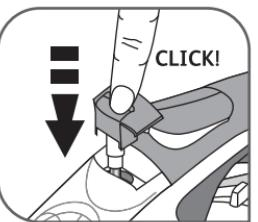

Fig.21
- Tegye vissza a vízkörgátló rudat a helyére; nyomja be kattanásig – fig.21.
- A művelet végén tegye vissza a vízkörgátló rudat a helyére; nyomja be kattanásig – fig.21.